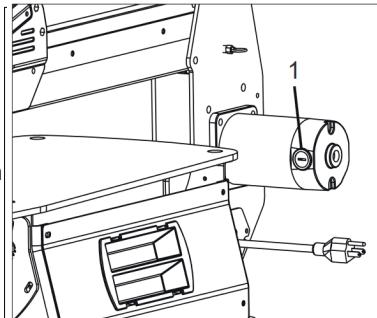

ABBILDUNG 11
1. Ziehen Sie den Netzstecker der Säge. Um an die Kohlebürsten zu gelangen, entfernen Sie die Kohlebürstenabdeckung (Abb. 11, 1) mit einem Schlitzschraubendreher (nicht im Lieferumfang enthalten).